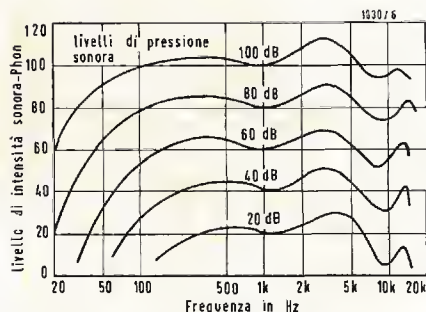
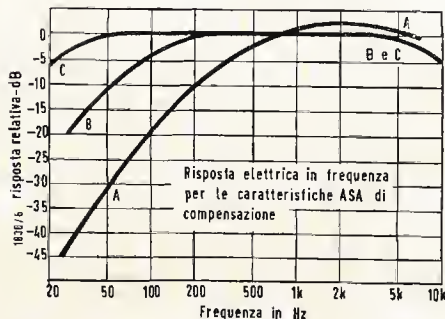

Fig. 1 - Intensità sonora per livelli costanti di pressione acustica (SPL = sound-pressure-level)
Fig. 2 - Risposta in frequenza dei circuiti compensatori normalizzatori.
La sensibilità dell'orecchio varia con la frequenza e la curva di risposta stessa varia col livello della pressione sonora. Se volete riferire il livello di pressione sonora al concetto soggettivo di intensità, dovete provvedere a compensare la risposta in frequenza dell'orecchio. Questa risposta è data in fig. 1, dove tutti i punti di ogni singola curva rappresentano un ugual livello di pressione sonora. Queste curve sono basate sui profili di uguale intensità determinati da Robinson e Dadson del National Physical Laboratory, Teddington, Inghilterra. Si noti che il massimo della risposta è a circa 4 Hz e che la caduta decisiva è sotto qualche centinaio di Hz. Si può vedere da questo diagramma
L'informazione mostrata in fig. 1 è fondata sui vari esperimenti eseguiti impiegando una sorgente sonora costituita da una nota pura. Poiché molti rumori non sono note pure, alcuni esperti preferiscono i dati di risposta basati su prova con disturbo distribuito. Ma tutti sono d'accordo che si deve includere una certa compensazione dell'effetto intensità in funzione della frequenza, in qualunque misura attendibile di rumore, che si istituisca.
Lo strumento fondamentale per misurare i rumori è il misuratore di livello sonoro (fonometro), di cui un esempio è mostrato nella foto accanto. Esso comprende un microfono per captare il suono da misurare, un attenuatore calibrato, circuiti compensatori, un amplificatore ed uno strumento indicatore. I circuiti equilibratori, basati su dati di risposta in frequenza simili a quelli forniti dalla fig. 1, rappresentano un tentativo di convertire la diretta pressione sonora in qualcosa più rappresentativo del moto con cui udiamo i suoni. Le caratteristiche per questi circuiti speciali sono state normalizzate dall'ASA (« American Standard for Sound-Level Meters for Measurement of Noise and Other Sound - S 1.4, 1961). V. fig. 2.
Come detto sopra, qualsiasi veridica misura di rumore deve prendere in considerazione le caratteristiche di risposta in frequenza dell'orecchio umano. Questa è la ragione prima, che spiega la presenza di circuiti di compensazione in tutti i misuratori di livello sonoro, sebbene nessuno oggi considera che i circuiti compensatori agiscono nel senso di trasformare il livello diretto di pressione sonora, nella nozione soggettiva di intensità (sonorità) acustica. Vi sono tre circuiti compensatori prescritti dall'A.S.A., le caratteristiche dei quali sono date in fig. 2. Esperti autorevoli suggeriscono la selezione dei circuiti compensatori sulla base del campo dei livelli da misurare (per es. la compensazione B per livelli da 65 a 75 dB). Alcuni ascrivono l'uso della compensazione A al confronto di disturbi di diversi tipi e certi codici per il rilievo della rumorosità specificano il circuito di compensazione da usare in ogni caso. Forse la tattica più accorta è quella di misurare e registrare i livelli su tutte tre i circuiti di compensazione. Per un verso diciamo che le tre figure possono essere utilizzate per costituire una grossolana analisi di frequenza (1). Per l'altro verso è sempre una buona cosa conservare tali dati; non si sa mai, verrà un tempo in cui si potranno utilizzare.